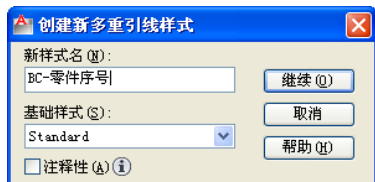

图 5-56 输入新样式名
(1) 在“格式”菜单中选择“多重引线样式”命令，或者在“多重引线”工具栏中单击“多重引线样式”按钮，也可以在功能区“注释”选项卡的“引线”面板中单击“多重引线样式管理器”按钮，打开“多重引线样式管理器”对话框。
(2) 在“多重引线样式管理器”对话框中单击“新建”按钮，打开“创建新多重引线样式”对话框。
(3) 在“创建新多重引线样式”对话框中，输入新样式名为“BC-零件序号”，基础样式选择“Standard”，如图 5-56 所示，然后单击“继续”按钮。